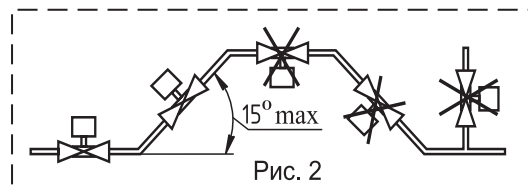

Рис. 2
4.2.5 Произведите монтаж клапана на трубопровод в соответствии с рекомендацией по расположе-нию клапана на трубопроводе (рис. 2). Отклонение катушки от вертикального положения допускается не более 15°.